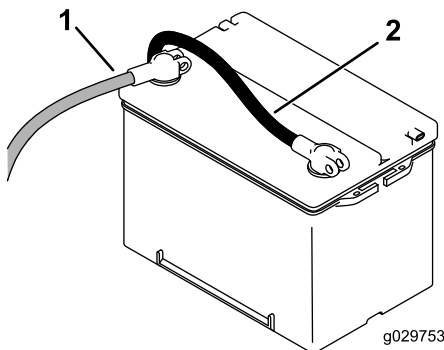

Bild 49
5. Klemmen Sie das Pluskabel (Rot) am Pluspol (+) der Batterie und das Minuskabel (Schwarz) am Minuspol (-) der Batterie an (Bild 49).